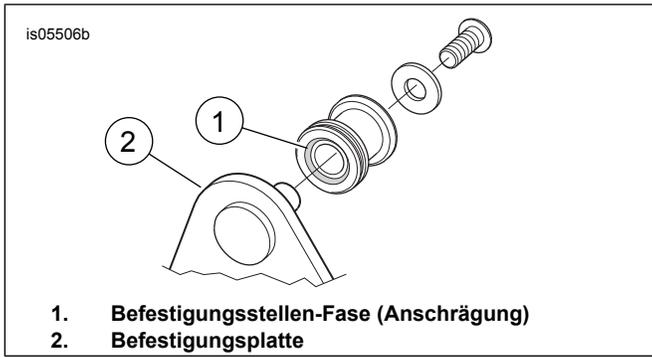

Abbildung 1. Einbau der Befestigungsstelle
Siehe Abbildung 1. Die Befestigungsstellen müssen mit der Fase (1) in Richtung Platte und der flachen Seite nach außen an den Befestigungsplatten (2) angebracht werden.